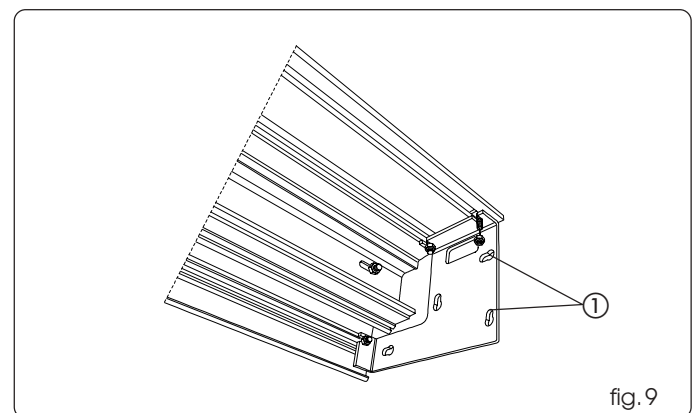
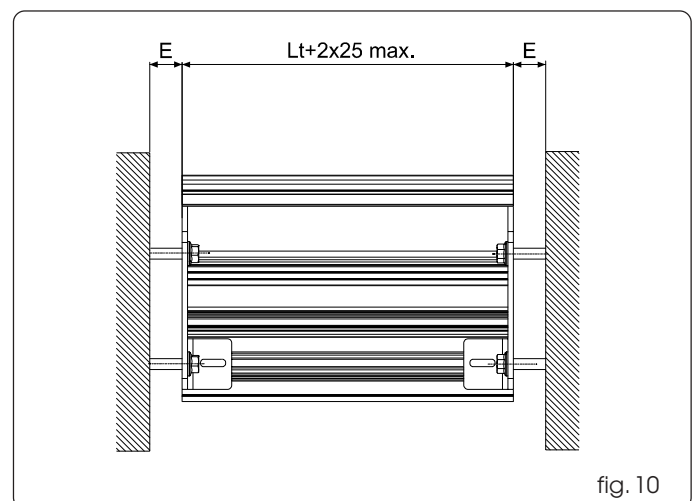

fig. 9
fig. 10
El perfil autoportante se entrega ya ensamblado al perfil de sostén y con las bridas laterales ya montadas en el travesaño (fig.9).
• Fije en la pared el travesaño utilizando los taladrados presentes en las placas laterales (fig. 9 ref. ①) utilizando tacos adecuados (no suministrados en dotación) y prepare las arandelas de espesor que pudieran ser necesarias para los espacios E (fig.10).